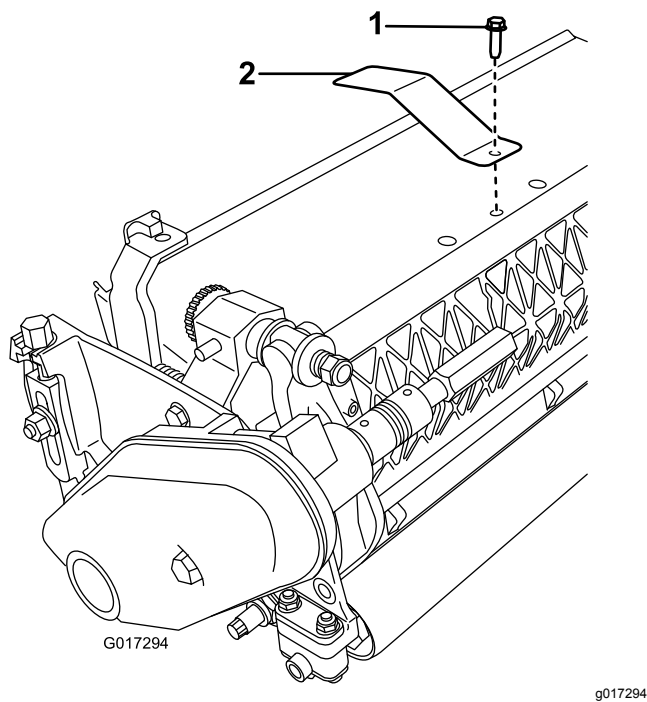

图3
2. 拆下中间的挡草罩螺栓 图3。
3. 使用之前拆下的螺栓将靶板安装到滚刀组顶部 图3。